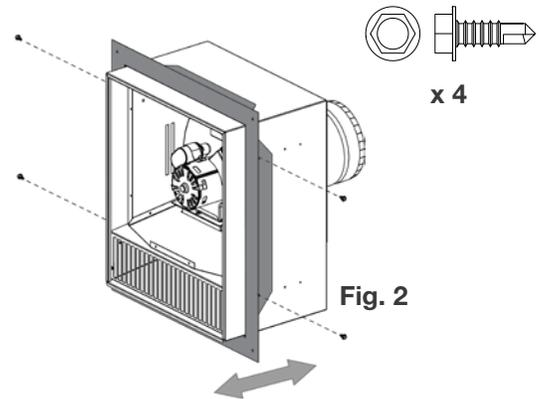

Fig. 2
- Déterminez à quel point vous souhaitez que le système dépasse du mur extérieur fini, puis fixez le solin mural à l'aide de quatre vis (fournies) (**Fig. 2**). Consultez la section « options de fixation » pour obtenir plus de détails.